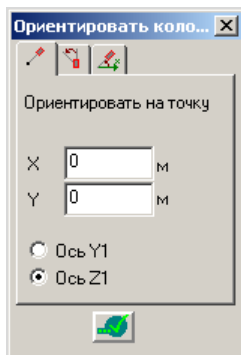

Рис.1.4.4. Окно диалога
- В открывшемся окне диалога **Ориентировать колонны** рис.1.4.4 на активной закладке  – **Ориентировать на точку** задайте следующие параметры: